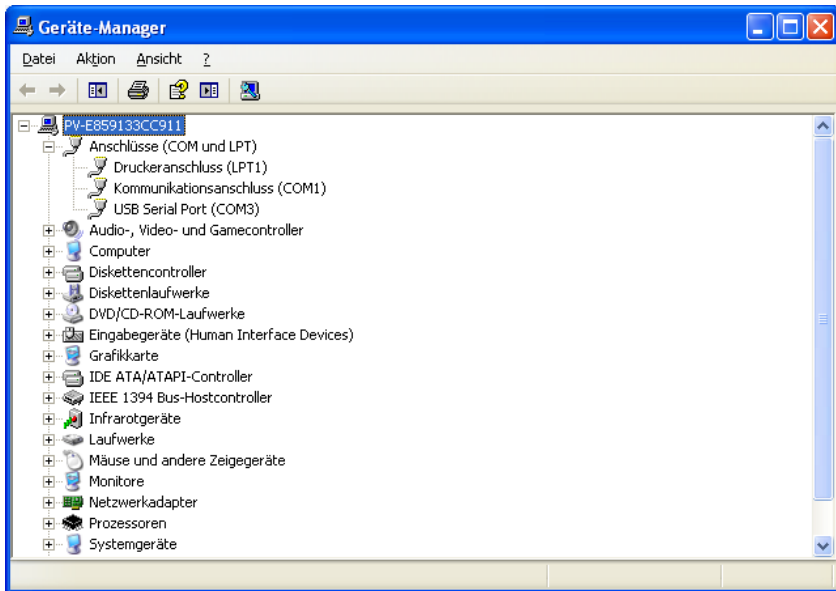

Abbildung 10.6
- Nach der Installation erscheint der neue COM-Port im Geräte manager (Abbildung 10.6)